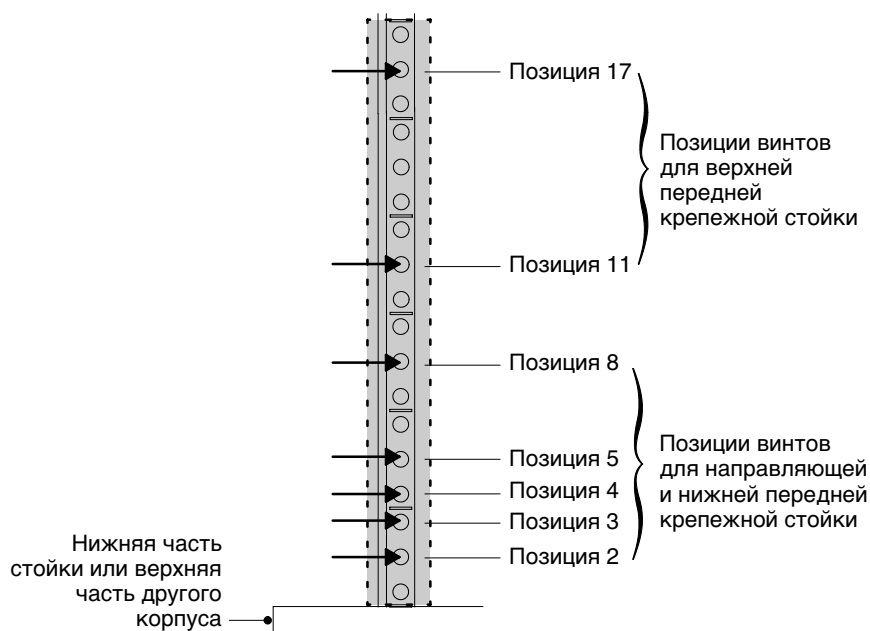
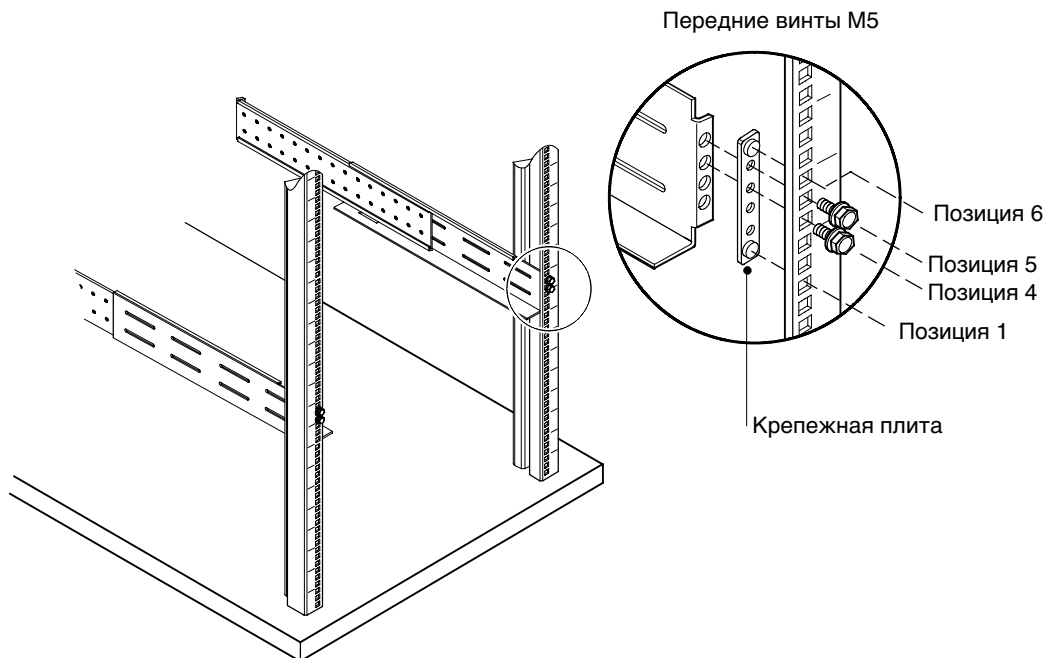

Рисунок 14. Положения винтов передней направляющей для ИБП
Рисунок 15. Закрепление передней направляющей
1. Выберите нужные отверстия в стойке для крепления ИБП (см. рис. 14).
3. При помощи двух крепежных винтов М5 и крепежной пластины прикрепите направляющую к передней части стойки (см. рис. 14 и рис. 15).